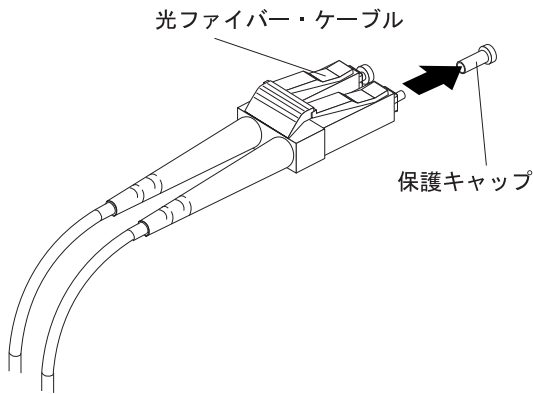

図 33. 光ファイバー・ケーブルの保護キャップの取り外し
3. 60 ページの図 33 に示すように、LC-LC ケーブルの一方の端から保護キャップ 2 個を取り外します。将来の利用のために、保護キャップを保管しておきます。